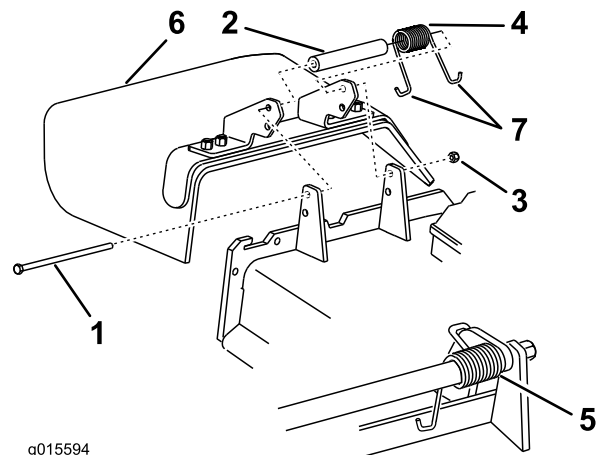

Figura 106
1. Retire la contratuerca, el perno, el muelle y el espaciador que sujetan el deflector a los soportes de pivote (Figura 106). Retire el deflector de hierba dañado o desgastado.
Nota: Asegúrese de colocar un extremo en **J** del muelle detrás del reborde de la carcasa antes de instalar el perno, según se muestra en Figura 106.
3. Instale el perno y la tuerca. Coloque un extremo en **J** del muelle alrededor del deflector de hierba (Figura 106).